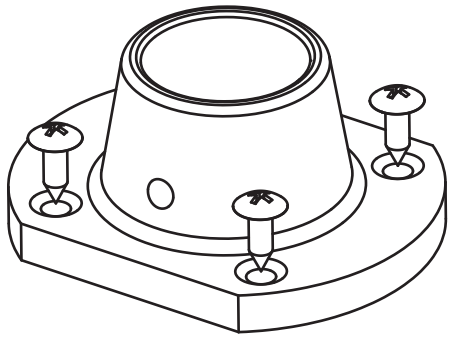

Figure 2
2. Locate the mounting holes as shown in figure 1 a, b, c and afix the bottom positioner to the closet floor with (4) 3/4” x #8 oval headed screws. Note: Shaft locking screw must face the closet opening. (See figure 2)
2. Trouver les trous de montage suivant les indications de l’illustration 1 et installer la base du positionneur du bas au plancher de la garde-robe avec 4 vis à tête ovale 3/4”x #8. Note: La vis de blocage de l’axe doit faire face à l’ouverture du placard. (Voir le figure 2)